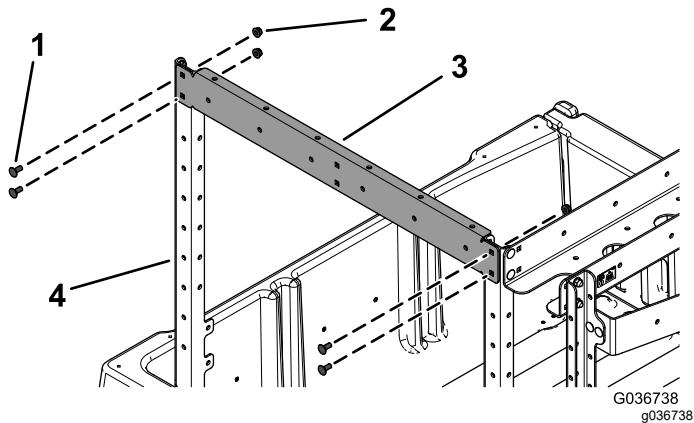

Figura 6
5. Montate la staffa di supporto anteriore (con 2 fori su ciascun lato) sulla parte superiore delle 2 staffe del telaio dei montanti anteriori con 4 bulloni a testa tonda (5/16 x $\frac{3}{4}$ ") e 4 dadi flangiati (5/16") come illustrato nella Figura 6.